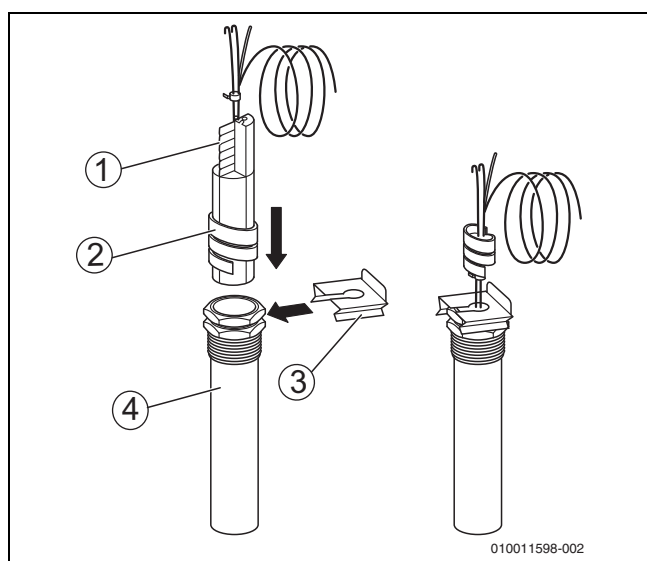

Fig. 22 Introducerea spiralei din plastic în teaca de imersie
- ▶ Fixați pachetul de senzori de temperatură cu o siguranță de senzor [3] în punctul de măsurare (→ fig. 22, pagina 24).
Atunci când este introdusă, spirala din plastic [2] se mișcă automat spre spate pentru a susține senzorul de temperatură (→ fig. 22, pagina 24).
Pentru a asigura contactul dintre teaca de imersie [4] și suprafețele senzorilor și pentru a realiza, prin urmare, un transfer de temperatură sigur, trebuie ca resortul de compensare [1] să fie împins între senzorii de temperatură (→ fig. 22, pagina 24).